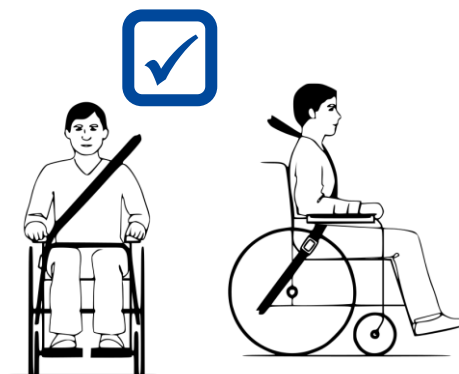

Figure 2 **Bonne position des retenues de la ceinture**
7. Assurez-vous que les retenues de la ceinture épaulière reposent bien sur les épaules de l'utilisateur, voir la Figure 2.